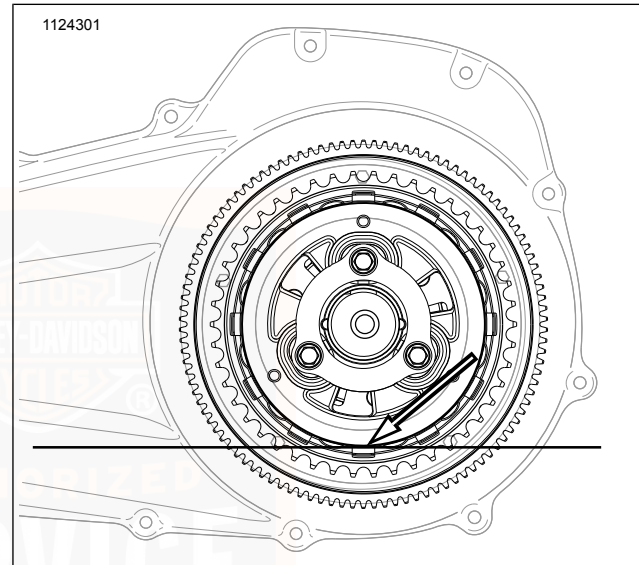

Abbildung 99. Primärer Schmiermittelstand
- Siehe Abbildung 99. Der korrekte Füllstand liegt ca. an der Unterseite des Außendurchmessers der Druckplatte.